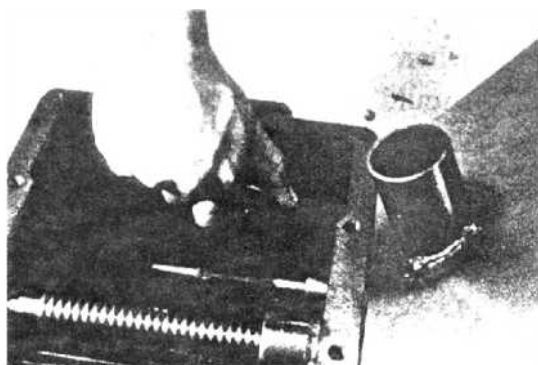
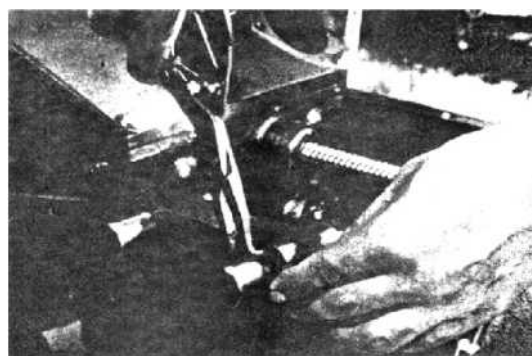

Рис. 3-28
Рис. 3-29
(6) Вставьте вращающийся стержень и О-образное уплотнение в корпус (рис. 3-28) и зафиксируйте его эластичным стопорным кольцом (рис. 3-29).